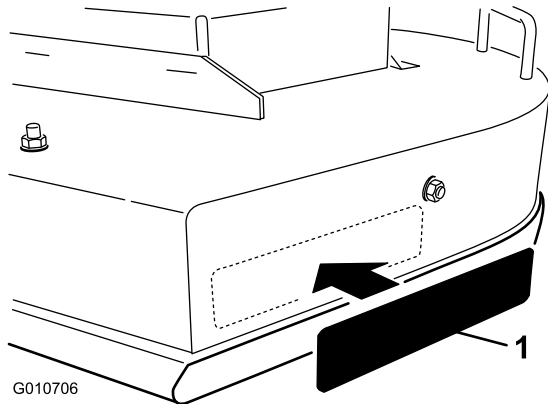

Figura 5
15. Retire el soporte y aplique la pegatina al cortacésped en el lado de descarga (Figura 5). Alísela desde el centro hacia los bordes para eliminar cualquier burbuja de aire.